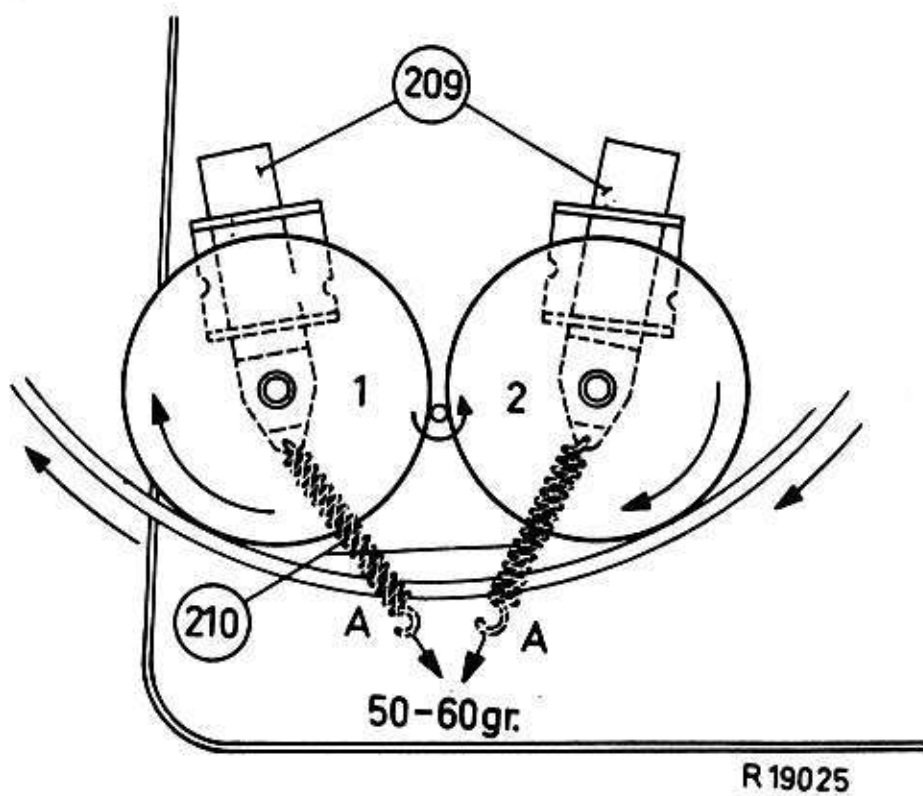

Fig. 24
S'il n'y avait qu'une roue intermédiaire il se produirait du pleurage chez la courbe gauche ou droite dépendant de la position de cette seule roue intermédiaire. (voir la fig.24).
3. Les tensions des ressorts mesurées au point A (voir la fig.24) doivent être 50 à 60 gr.